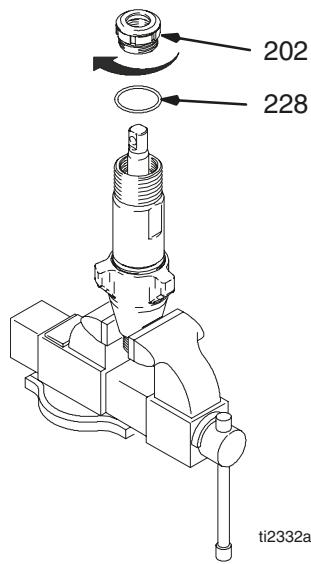

Рис. 20
Рис. 20. Затяните уплотнение и гайку уплотнения (202) на регулировочной шайбе (228) с усилием 100 +/- 10 дюймофунтов (75 +/- 5 дюймофунтов для 246257) (140 +/- 10 дюймофунтов для 287814, 287815).